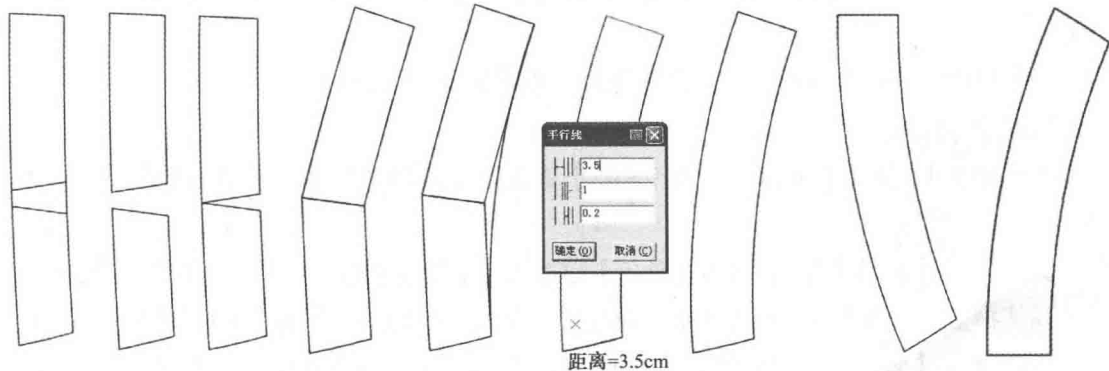

图 7-56 前片右腰头
(6) 绘制前片右腰头 (图 7-56)。
- ① 选择  【移动】工具, 按着【Shift】键进入【复制】功能。将腰头部位复制到空白处。
- ② 选择  【剪断线】工具, 将腰口线从省线处剪断。然后用  【智能笔】工具中的连角功能删除不需要线段。
- ③ 选择  【移动】工具, 按着【Shift】键进入【移动】功能。将二段腰头部位合并在一起。
- ④ 选择  【旋转】工具, 按着【Shift】键进入【旋转】功能。将腰头部位的省量合并。
- ⑤ 选择  【智能笔】工具将腰头二端连成一条线, 并用  【调整】工具调顺腰口弧线。
- ⑥ 选择  【智能笔】工具按住【Shift】键, 进入【平行线】功能。输入腰头宽 3.5cm。